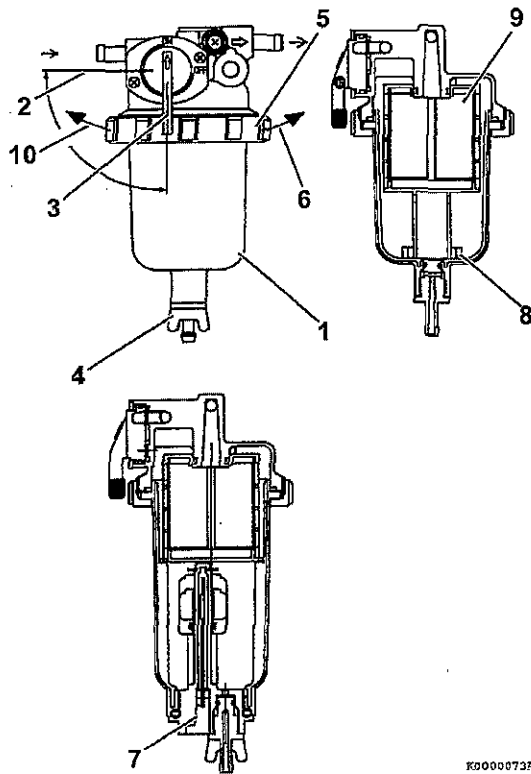

図 17
1. 抜き出された水やごみを集めるため、専用の容器を燃料フィルタ/油水分離器のカップ (1, 図 17) の下に置きます。
2. 燃料コック (3, 図 17) を閉じます (2, 図 17)。
3. ドレンコック (4, 図 17) を開け、水やごみを抜き出します。詳細は、P75「燃料フィルタ/油水分離器のドレン抜き」をお読みください。
4. リテーナリング (5, 図 17) を左側に回して (10, 図 17)、カップ (1, 図 17) を取り外します。ドレンセンサ付の場合は、あらかじめ配線ケーブル (7, 図 17) を外しておきます。
6. カップ内のフロートリング (8, 図 17) を取り出します。カップ内のドレンを専用容器に移し、定められた方法で廃棄します。
7. エレメント (9, 図 17) とカップの内部を新しい燃料油できれいに洗います。エレメントが傷付いたり、破損していれば交換します。
11. リテーナリングを右に締め付けて (6, 図 17)、カップをブラケットに取り付けます。締め付けは、必ず手で行います。